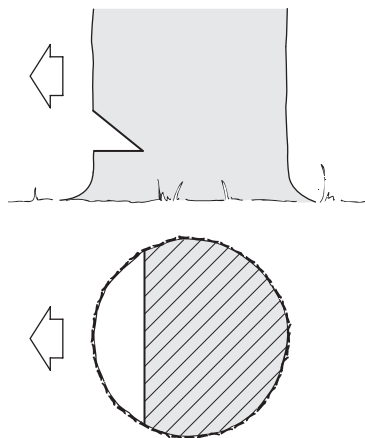

Рис. 22. Запил
5. Начните пилить с той стороны дерева, куда оно должно упасть (Рис. 22). Сделайте запил с той стороны, куда должно упасть дерево, глубиной примерно $1/3$ диаметра ствола и под углом от 30 до 45 градусов (Рис. 22).
Запил (Рис. 22) определяет направление валки дерева.